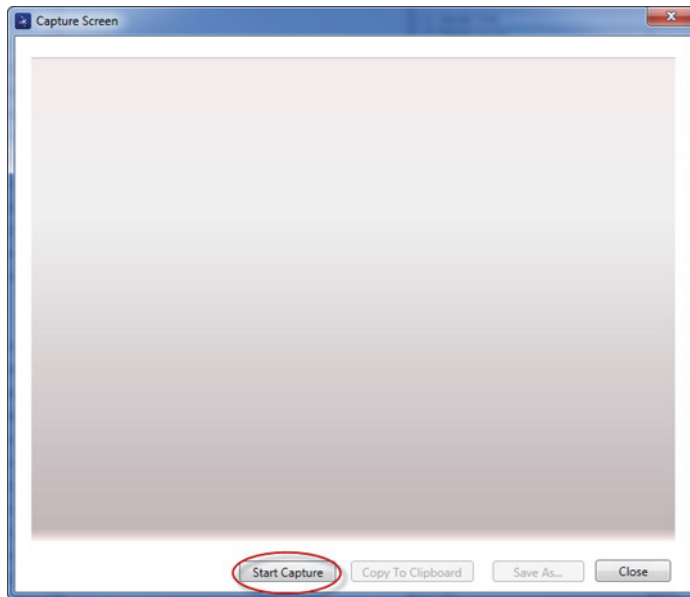

図 6-7 画面の取り込みダイアログボックス
Capture Screen（画面の取り込み）ダイアログボックスが開きます（310 ページの図 6-7 を参照）。
4. **Capture Screen**（画面の取り込み）ダイアログボックスで、**Start Capture**（取り込みの開始）をクリックします（310 ページの図 6-7 を参照）。